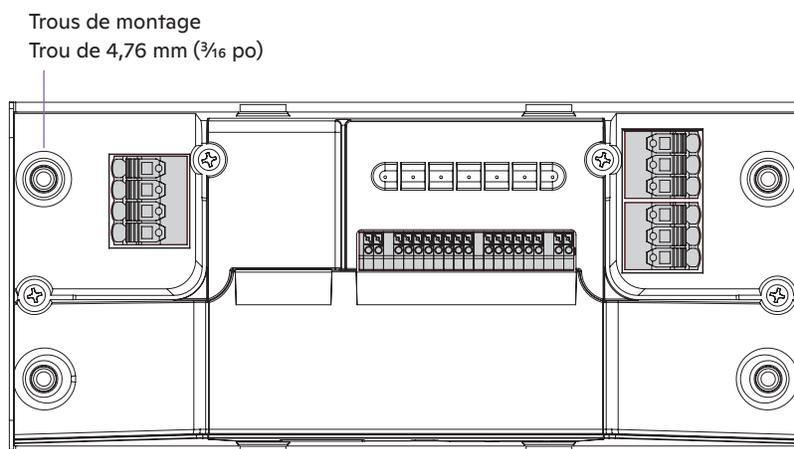

fig. 6
3. Montez le boîtier à la surface avec les attaches appropriées. Remarque : le diamètre intérieur du trou est de 4,76 mm ($\frac{3}{16}$ po) (voir la fig. 6).